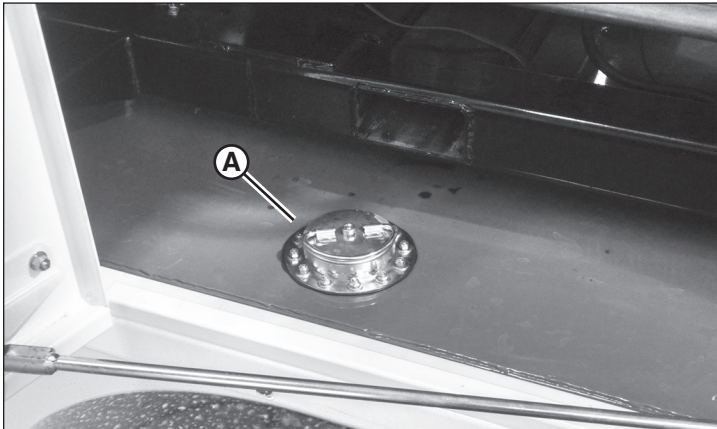

Figure 14
La remorque de l'appareil de chauffage est équipée d'un réservoir de carburant de 1 022 L (270 gallons). Le bouchon de carburant (A, Figure 14) est situé à l'intérieur du compartiment des commandes à la gauche, sous le tableau de commande.
2. Tourner le bouchon de carburant (A, Figure 14) de 1/4 de tour dans le sens antihoraire et enlever.